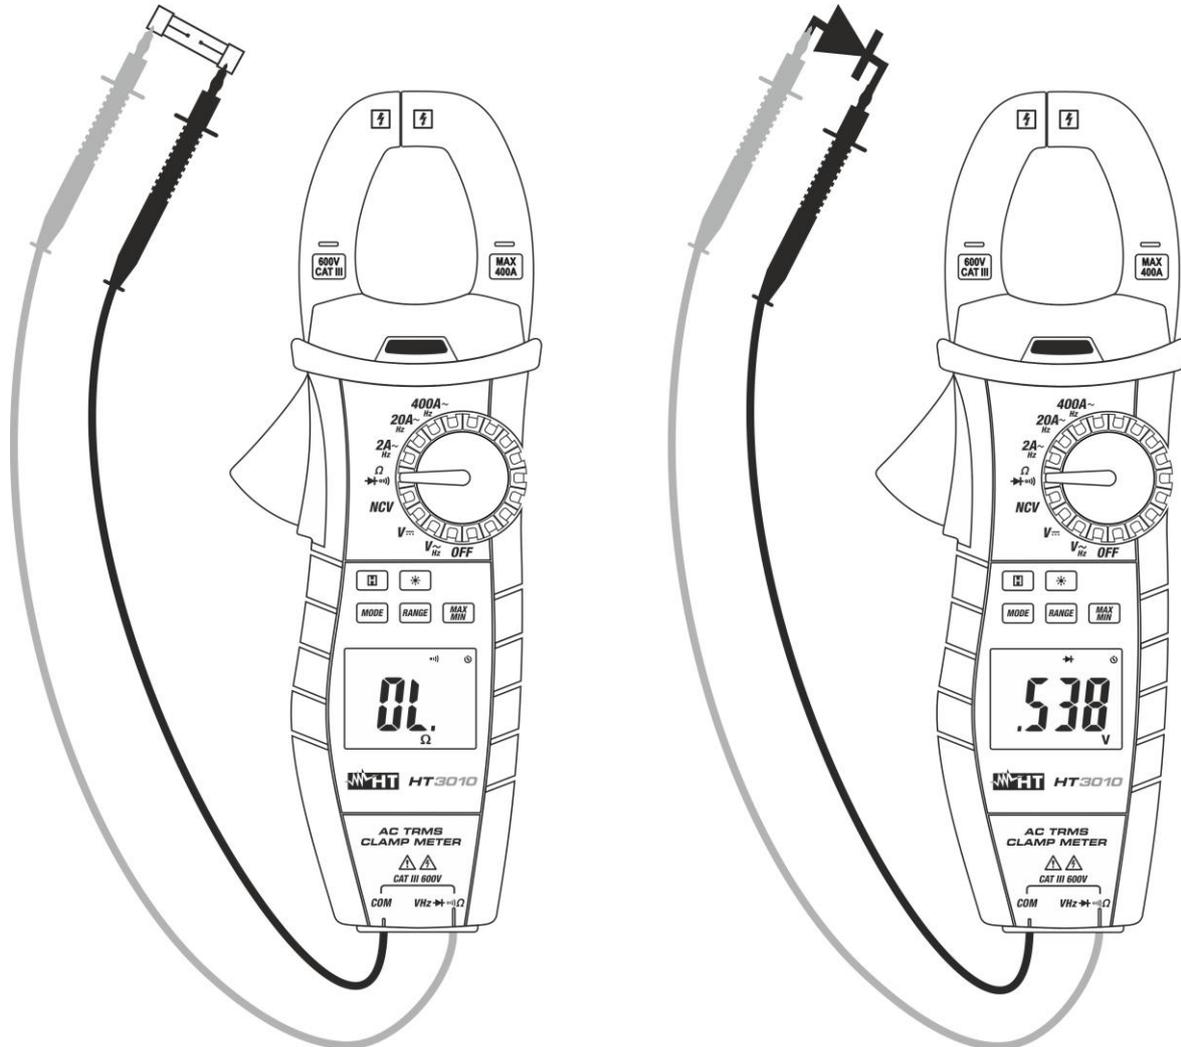

Fig. 7: Uso del instrumento para la prueba de Continuidad y Prueba de Diodos
3. Inserte el cable rojo en el terminal de entrada **VΩHz** $\rightarrow \text{diode symbol}$) y el cable negro en el terminal de entrada **COM** y efectúe la prueba de continuidad sobre el objeto en prueba (vea Fig. 7 – parte izquierda). El indicador acústico emite una señal acústica cuando el valor de la resistencia medida es inferior a aproximadamente 30Ω
5. Conecte la punta roja al ánodo del diodo y la punta negra al cátodo en caso de medida de polarización directa (vea Fig. 7 – parte derecha). Invierta la posición de las puntas de prueba en caso de medida de polarización inversa